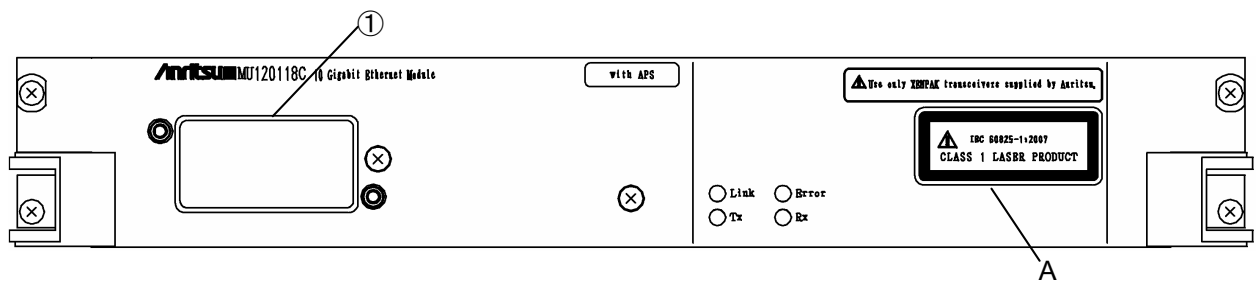

図3 MU120118C ユニットの正面パネル
| MU120118C | 1   | 0.74                  | CW                     | 850          | 23.0               | G0277A                 | 図3 ①          |
|   |                           |                                                                                      | 図 3 A | MU120118C |